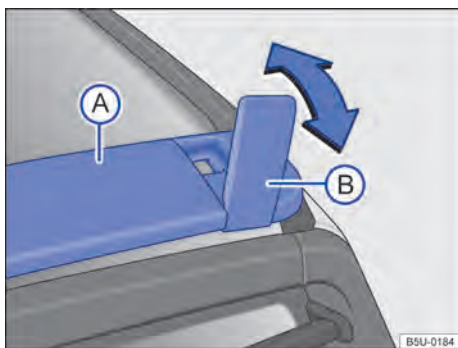

Fig. 140 No teto: travessa e suporte articulado.
Utilizar somente a travessa do teto → Fig. 140 (A) e os suportes articulados (B) como apoio para fixar os objetos com maior altura ou que não possam ser acomodados totalmente no assoalho do compartimento de carga → ⚠.